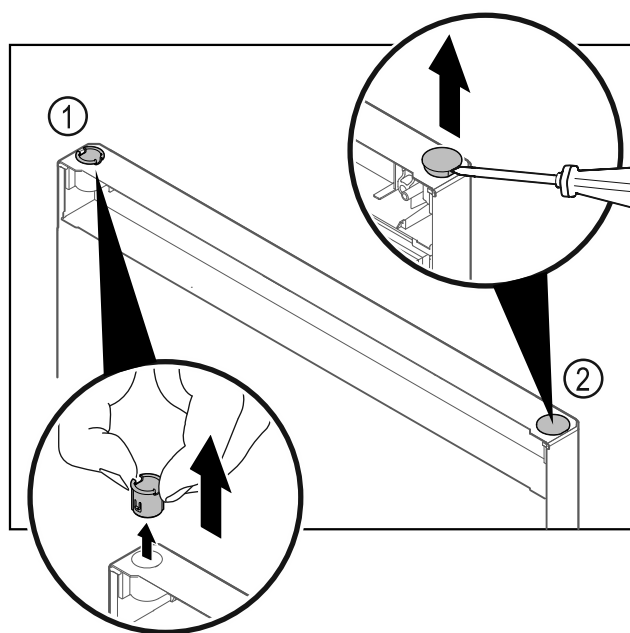

Fig. 30 Porta del vano congelatore
- Estrarre la boccia cerniera Fig. 30 (1) con le dita.
- Con un cacciavite a testa a intaglio sollevare con cautela il tappo Fig. 30 (2) ed estrarlo.